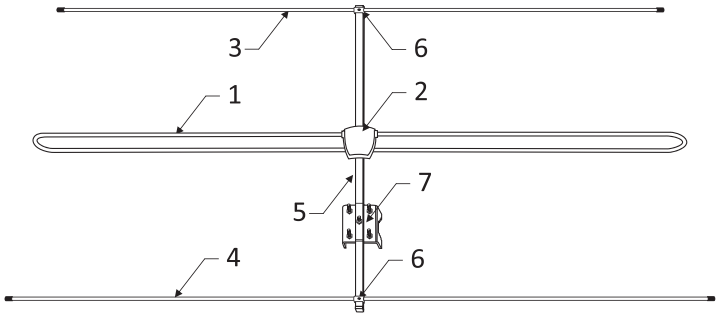

Рис.1 Общий вид антенны
Общий вид антенны приведен на рис.1 и 2. Антенна состоит из петлевого вибратора (1), узла согласования (2), директора (3) и рефлектора (4), установленных на траверсе (5) с помощью винтов (винтов-саморезов) и скоб фиксирующих (6). Также на траверсе установлен узел крепления (7). Узел крепления образован зубчатой скобой и двумя U-образными скобами с резьбой М6. На узле согласования имеется F-разъем (*) для подключения коаксиального кабеля типа с волновым сопротивлением 75 Ом.RG-6/U.